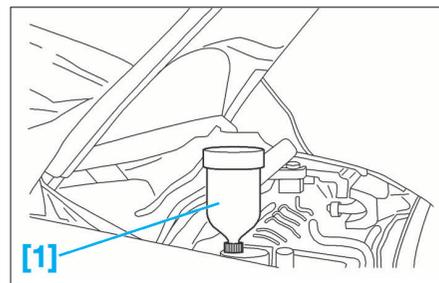

**FIG. 34**
- A l'aide de l'outil [2], désaccoupler la durit inférieure (4) (Fig.34) du radiateur.